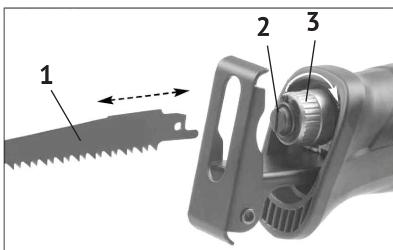

рис.3
- повернуть по часовой стрелке обойму быстрозажимного самофиксирующегося патрона (рис.3 поз.3);
- вставить хвостовик пилки (рис.3 поз.1) в щель пилодержателя (рис.3 поз.2) до упора и отпустить обойму;